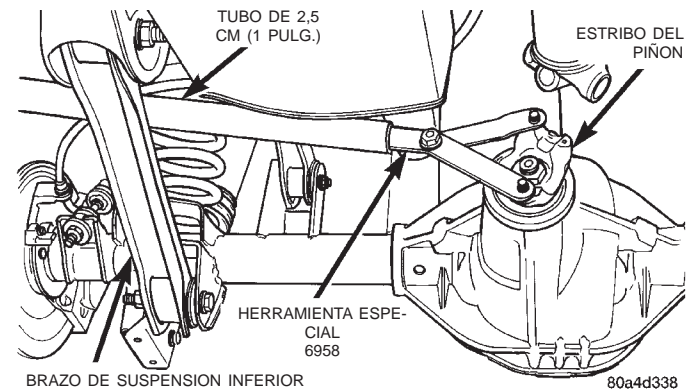

Fig. 9 Herramienta de sujeción del piñón
(8) Con un trozo pequeño de tubo y la herramienta de sujeción 6958 sujete el estribo del piñón y retire la tuerca y la arandela del piñón (Fig. 9).